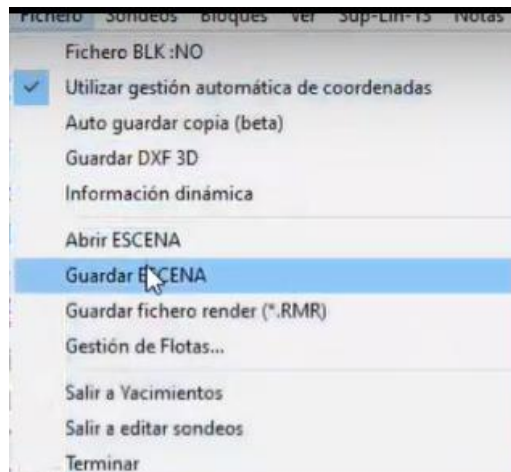

Figura 234. Guardar archivo.
77. En el menú superior, seleccionar el botón “Fichero” y dar clic en “Guardar escena”. Figura 234.